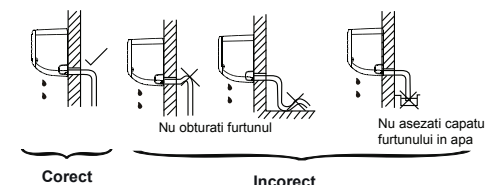

Fig. 6
1. Conectati furtunul de scurgere conform Fig. 6. Furtunul va trebui inclinat.